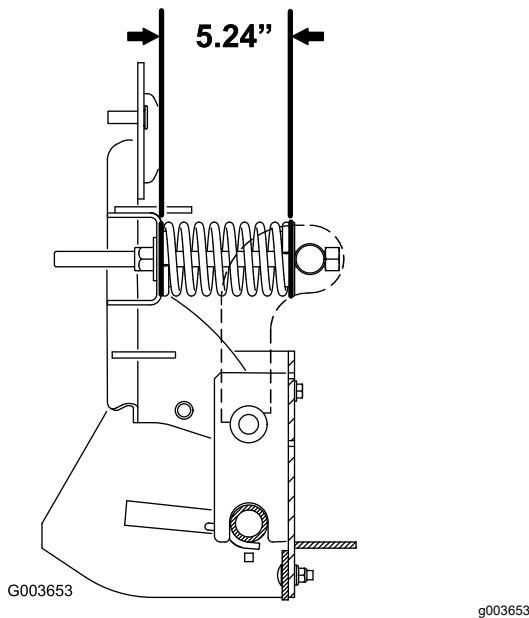

Figura 8
- A agressividade do escarificador pode ser alterada ajustando o comprimento das molas (Figura 8). Alongar as molas torna o escarificador menos agressivo. Encurtar as molas torna o escarificador mais agressivo.
As molas e as hastes de acionamento vão ajustadas de fábrica. No entanto, se forem instaladas novas peças ou forem removidas molas por qualquer motivo, o comprimento da mola deve ser ajustado para 133 mm, como se mostra na Figura 8.